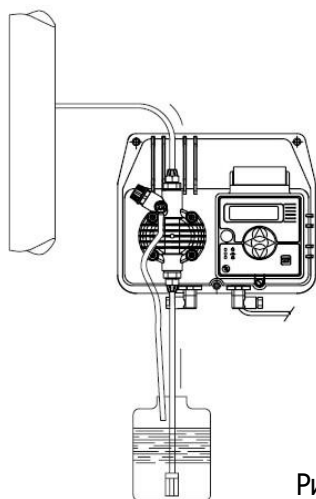
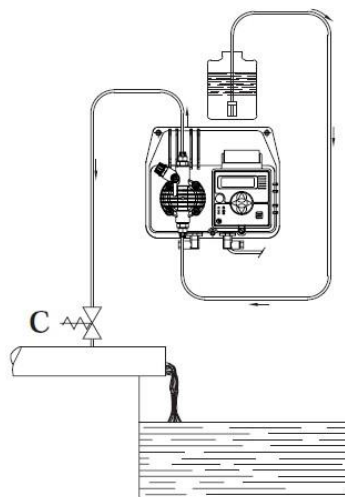

Рис. 5
Рис. 6
**c.** – Розмістіть насос, як показано на рис. 5, враховуючи, що його можна встановлювати, як вище, так і нижче рівня дозованої рідини, при цьому перепад рівнів не повинен перевищувати 2-х метрів. Якщо система працює при атмосферному тиску (без зворотного), а ємність з реагентами розташована вище насоса (рис. 6) необхідно часто перевіряти стан клапана вприскування, тому що його знос може викликати попадання реагенту в систему навіть при вимкненому насосі. Якщо дана проблема з'являється, Вам необхідно встановити антисифонний клапан С між точкою викиду і клапаном. Не встановлюйте насос над ємністю з хімічними препаратами, що виділяють велику кількість парів, за винятком випадків, коли ємність герметично закупорена.